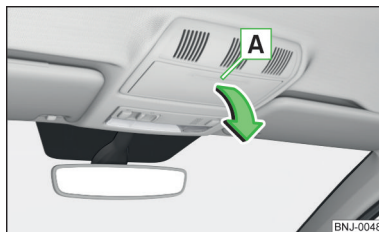

Fig. 76
- Per l'**apertura** premere sulla parte superiore dello scomparto portaocchiali nell'area **A**. Lo scomparto si apre nella direzione indicata dalla freccia » fig. 76.